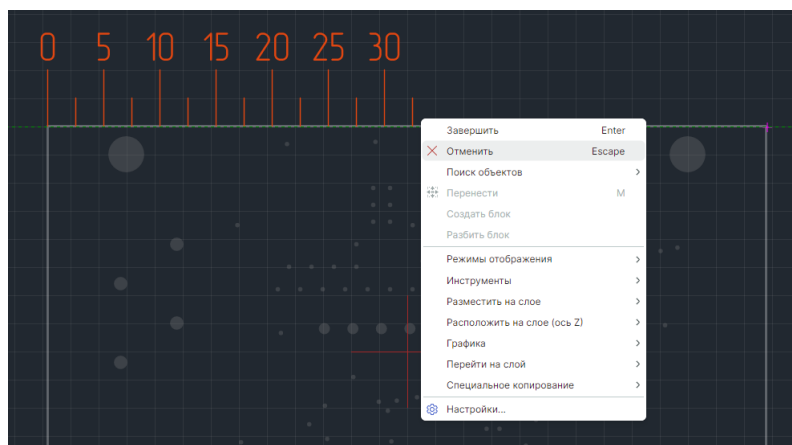

Рис. 302 Отмена размещения размерной линии
5. Размещение линии можно отменить, для этого нажмите клавишу «Escape» или вызовите контекстное меню и выберите «Отменить», см. Рис. 302.